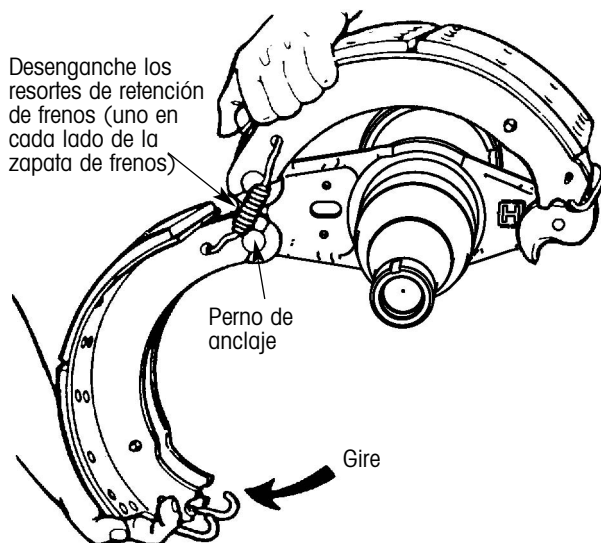

Figura 3. Removiendo el resorte de retención de frenos
4. Gire la zapata de freno inferior hacia atrás para que pivotee en el perno de anclaje (figura 3).
5. Desenganche los dos resortes de retención de frenos (figura 3).